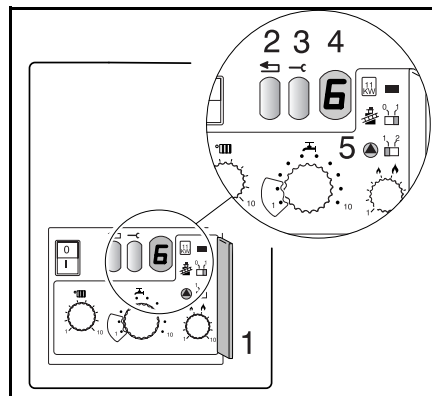

Fig. 2 Al doilea nivel de operare, rapoarte de funcționare și cu privire la defecțiuni
- Deschiderea capacului celui de-al doilea nivel de operare (fig. 2, poz. 1).
- Întrerupătorul  se trece la poziția "2" (timp de pompare al pompelor 24 h) (fig. 2, poz. 5).
Starea de funcționare sau o posibilă defecțiune sunt indicate pe Display (fig. 2, poz. 4). Mesajul constă în două semne. După apăsarea tastei Service (fig. 2, poz. 3), este afișat și al doilea semn.